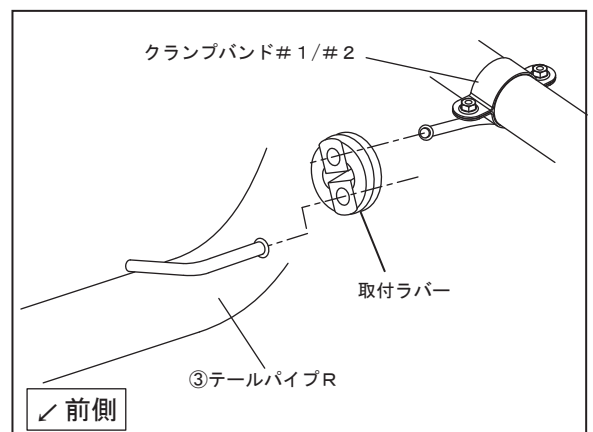

FIG. 7
10. ②サイレンサーに③テールパイプRを取り付け、⑰マフラスプリングをスプリング取付工具を使用して取り付けて下さい。
11. ⑦クランプバンド#2のハンガーに、手順8で外したラバーを取り付けて下さい。次に、③テールパイプRのハンガーをラバーに通して下さい。（FIG. 7 参照）